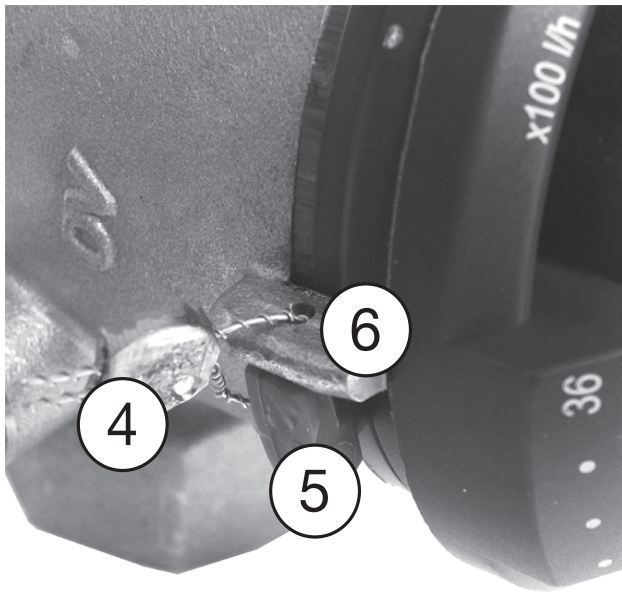

Fig. 12: Bloqueo de los ajustes predefinidos
- 1 Retire el anillo de bloqueo (3).
- 2 Pulse y gire el volante (2) hasta que la marca de valor de ajuste (1) señale el valor de flujo deseado (el volante vuelve a encajar en el dentado).
- 3 Vuelva a insertar el anillo de bloqueo (3).
El anillo de bloqueo (5) también puede sellarse con el juego de sellado (4) (accesorio, n.º de art. 1089091) en la marca de valor de ajuste (6) (véase Fig. 12)